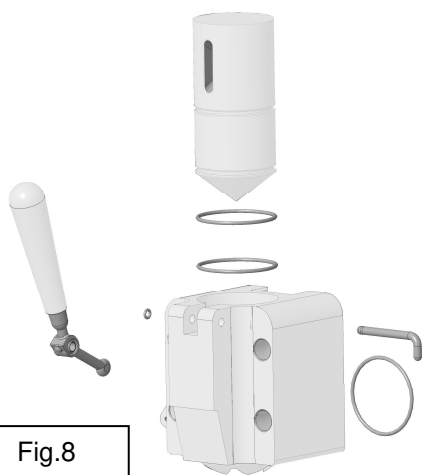

Fig.8
3. Abaissez le levier, retirez la goupille et retirez le piston de son siège (Fig.8).